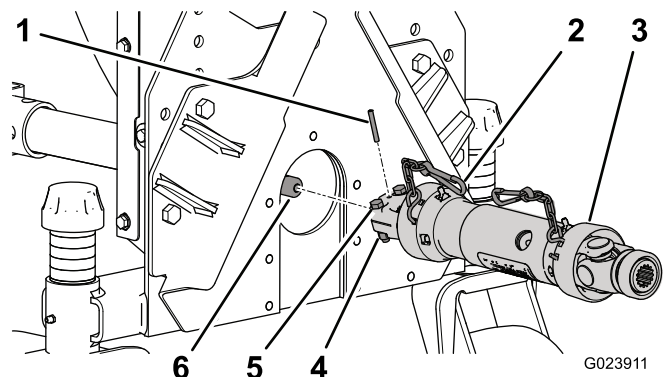

Figura 9
4. Prenda o conjunto com um pino de segurança (Figura 9).
5. Prenda o veio da transmissão na caixa de engrenagens com dois parafusos (5/16 pol. x 1¼ pol.) e duas porcas (5/16 pol.) (Figura 9).
8. Prenda a corrente de segurança à estrutura do soprador (Figura 9).